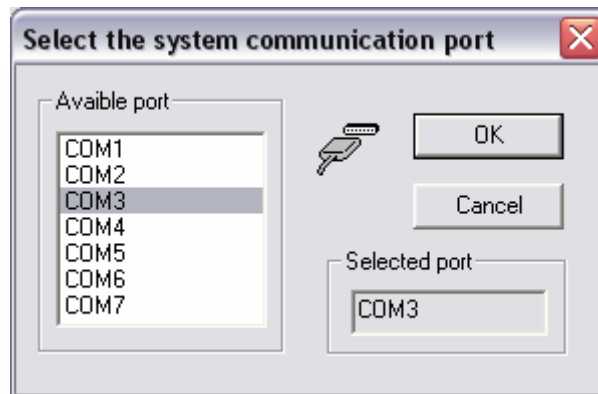

Рисунок 7 – Выбор COM-порта.
2.11 В отобразившемся диалоговом окне выберите последовательный порт ПК, к которому подсоединен принтер (в примере COM3) и нажмите на кнопку **[OK]** (см. рисунок. 7):